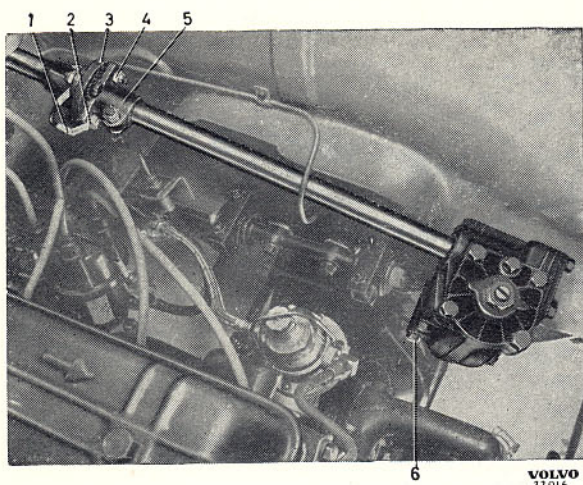
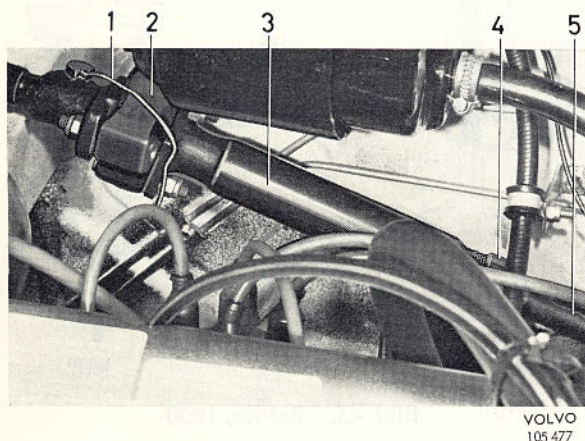
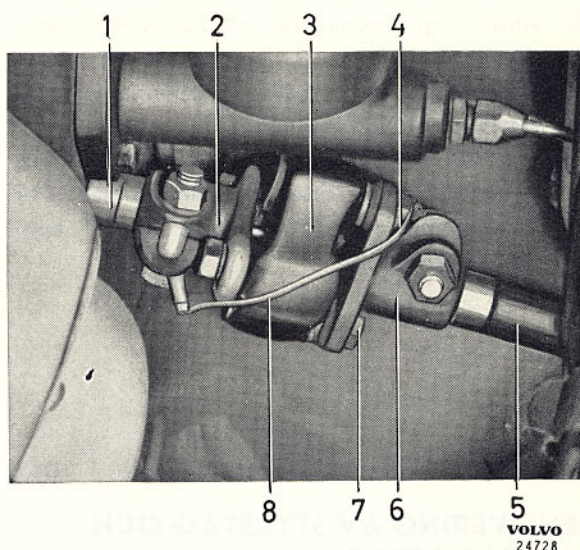
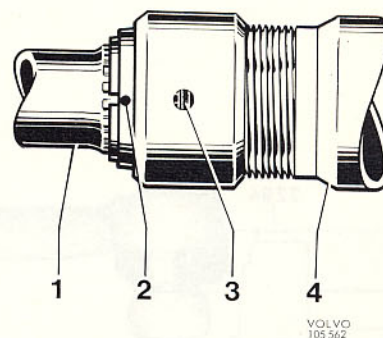

Bild 46. Styrväxel, 120 tid. utf.
Bild 47. Styrdetaljer, 1800 sen. utf.
Bild 58. Rattaxelkoppling, 1800
Bild 59. Mutterlåsning
2. Skilj styrväxeln från rattaxeln. På tidigare utförande (bild 46) sker detta genom att demontera muttrarna (2 och 4) och ta bort skruvarna. För 120 med säkerhetsanordning (bild 35) demonteras klämskruven för medbringaren. För 1800 med säkerhetsanordning skruvas muttern (4 bild 47) av från hylsan (3) med hjälp av haknyckel i mutterns hål.
3. Sätt styrväxeln på sin plats utan att dra åt fästskruvarna. Anslut styrväxeln till rattaxelns koppling. Se till att stomledning (8 bild 58) kommer på plats och ger god kontakt. Gäller det säkerhetsanordning på 1800 dras muttern (4 bild 47) åt med ett moment av 3—5 kpm (22—36 ft.lb.) och låses med körslag i hylsans slits, se bild 59.